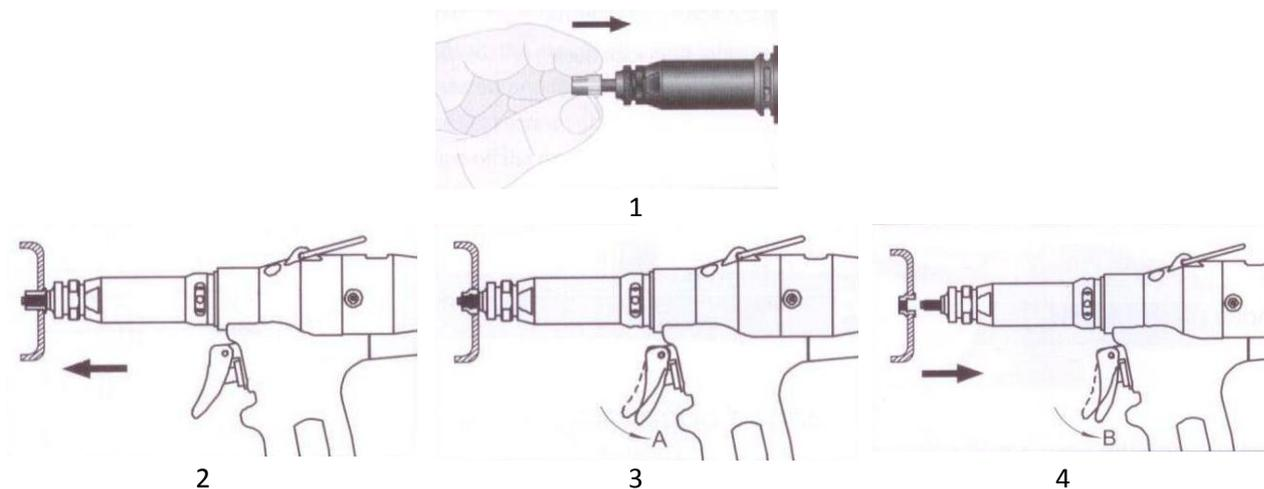
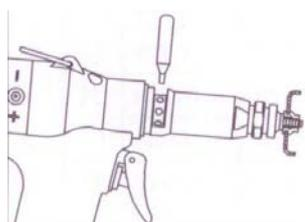

Рис. 3
Рис.4
3. Вставьте резьбовую заклепку, оказывая легкое осевое давление на переднюю резьбу инструмента (см. рис. 3). Двигатель начинает вращаться (1).
4. Вставьте заклепку в заклепываемую деталь (2).
5. Слегка нажмите курок, в положение А, заклепка деформируется (3).
6. Удерживая, нажмите курок сильнее, приведя ее в положение В (4), шпindel автоматически начнется обратное вращение, заклепка открутится. Двигатель автоматически останавливается. В случае, если заклепка не отвинчивается автоматически, необходимо выкрутить шпindel в ручную, при помощи регулировочного штока (см.рис. 4).